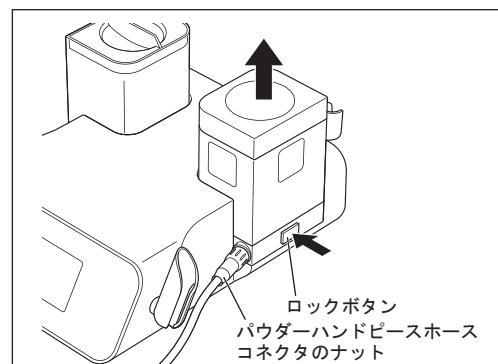

図44
- 1) 「8-6-4 エアー抜き」にしたがってチャンバー内のエアー抜きを行ない、ロックボタンを押しながらチャンバーを取り外し、チャンバーをまっすぐ引き上げます（図44）。
- 5) 「8-6-4 エアー抜き」にしたがってチャンバー内のエアー抜きを行ない、ロックボタンを押しながらチャンバーを取り外し、チャンバーをまっすぐ引き上げます（図44）。